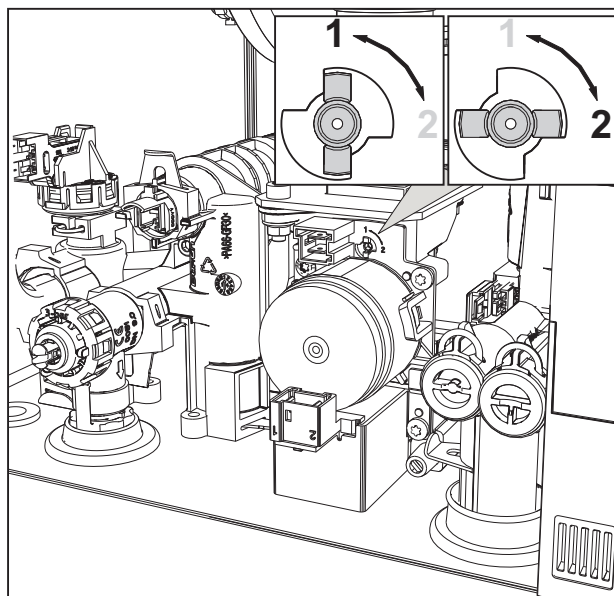

рис. 30
3. Поверните дроссель (рис. 30) в положение, указанное на таблица 9.